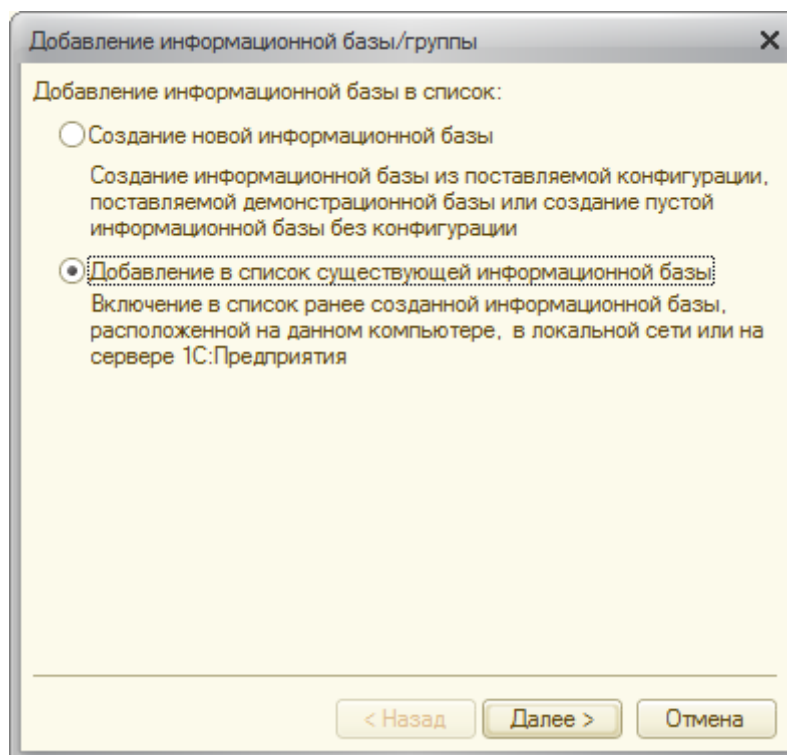

Рисунок 30 Добавление в список существующей информационной базы
- Затем укажите пункт «**Добавить в список существующей информационной базы**» (рис. 30).